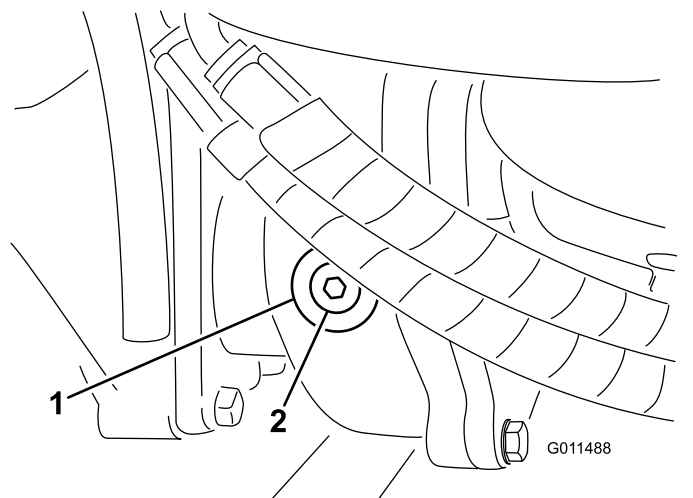

Figura 74
2. Retire o tampão de verificação/enchimento que se encontra na zona esquerda da caixa de velocidades (Figura 74) e certifique-se de que existe lubrificante até ao fundo do orifício. Se o nível estiver baixo, junte lubrificante suficiente para o nível subir até ao fundo do orifício.